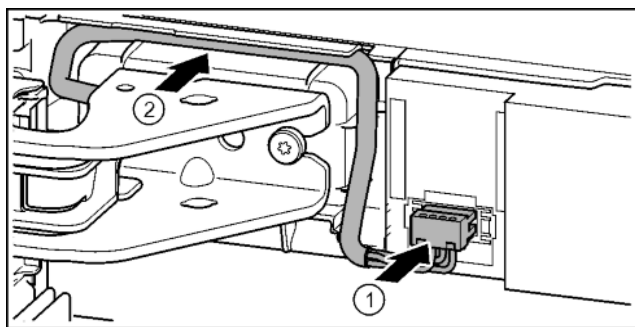

Fig. 36
- ▶ Зафиксировать штекер над верхним опорным кронштейном и осторожно уложить жилы кабеля в канал. Fig. 36 (1)
- ▶ Осторожно проложить серый кабель в направляющей над верхним опорным кронштейном. Fig. 36 (2)